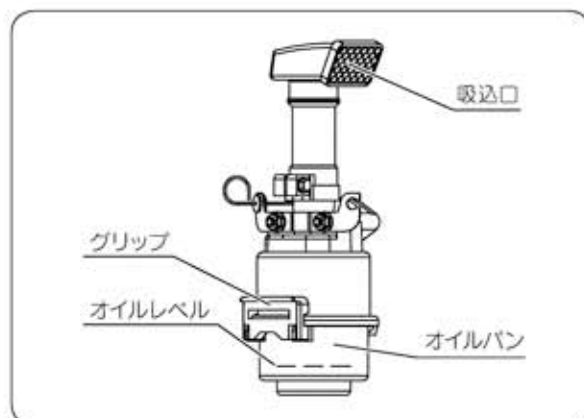

図36
① グリップを外し、オイルパン及びエレメントを取り外してください。(図36)
④ エアクリーナの吸込口をホコリの少ない方向(ハンドル側)に向けてください。(図36)